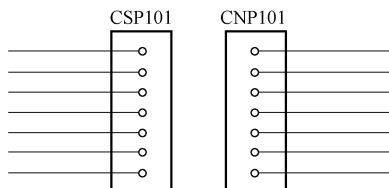

图 3-35 各张图样之间引线接插件连接示意图
2) 当整机电路图分为多张图样时,引线接插件的标注能够方便地将各张图样之间的电路连接起来。如图 3-35 所示是各张图样之间引线接插件连接示意图,图中 CSP101 在一张电路图中, CNP101 在另一张图中, CSP101 中的 101 与 CNP101 中的 101 表示是同一个接插件,一个为插头,一个为插座,根据这一电路标注可以说明这两张图样的电路在这个接插件处相连。